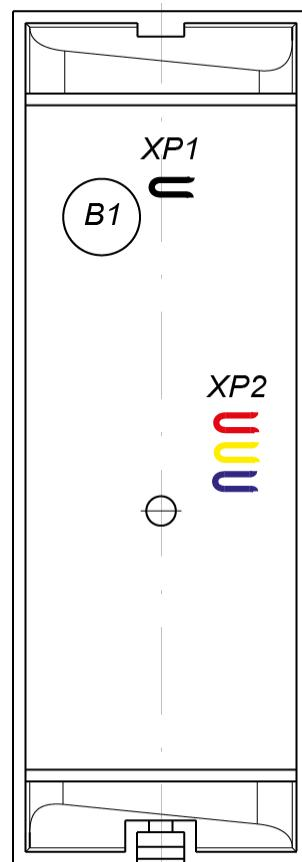

Рисунок 2. Расположение перемычек «номер считывателя» (XP2), перемычки «отключение концевого резистора» (XP1) и пьезоэлемента (B1)
Защита электроники от негативных воздействий окружающей среды обеспечивается за счет заливки его платы компаундом. Кабель для подключения считывателя выведен с его тыльной стороны. Кроме того, на тыльной стороне считывателя расположены четыре перемычки проводом (см. рис. 2):
4. При помощи трех перемычек **XP2** (см. рис. 2) установите номер считывателя, для чего в соответствии с табл. 2 необходимые перемычки перекусите кусачками. Разрезанные перемычки не должны контактировать с другими перемычками и с металлическим основанием.
5. С целью предотвращения искажений сигнала на концах линии связи *RS-485* должны быть установлены концевые резисторы. В считывателе **PERCo-MR07.1** такой резистор предусмотрен конструктивно. Если устанавливаемый считыватель не является конечным устройством на линии связи, то на нем необходимо отключить концевой резистор, для чего перекусите перемычку **XP1** (см. рис. 2). Проверьте наличие концевых резисторов на реальных концах линии связи интерфейса *RS-485*.